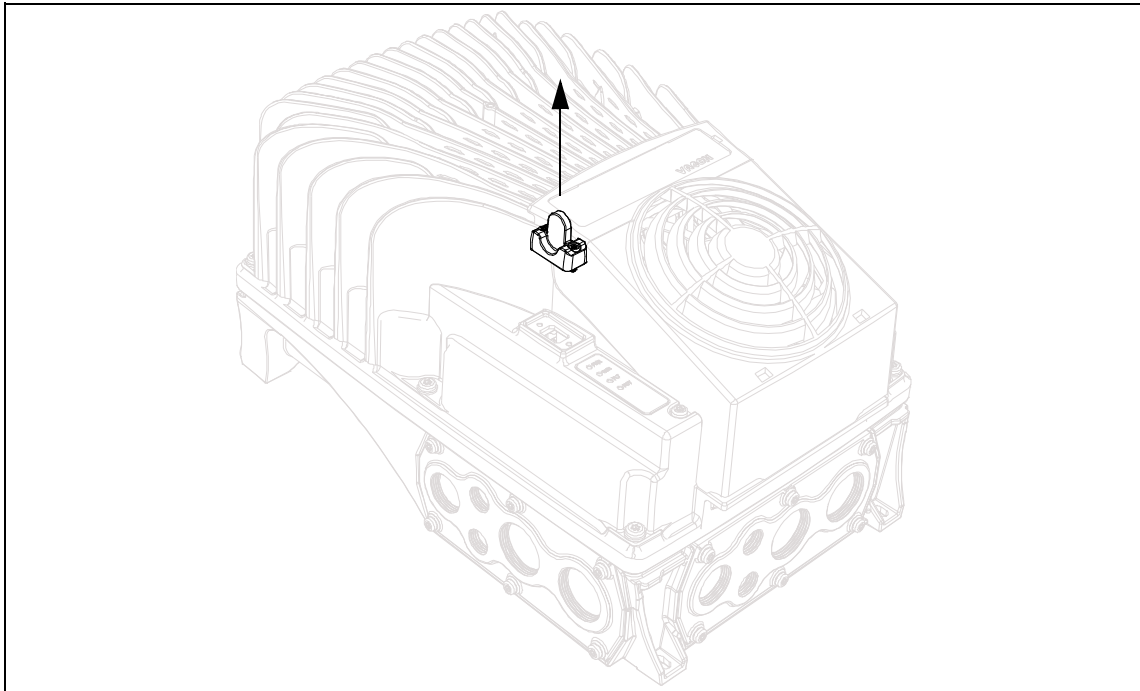

Figura 53. Desmontaje de la tapa de la interfaz HMI del convertidor.
- Quitar la tapa de la interfaz HMI del convertidor, como se muestra en la Figura 53.